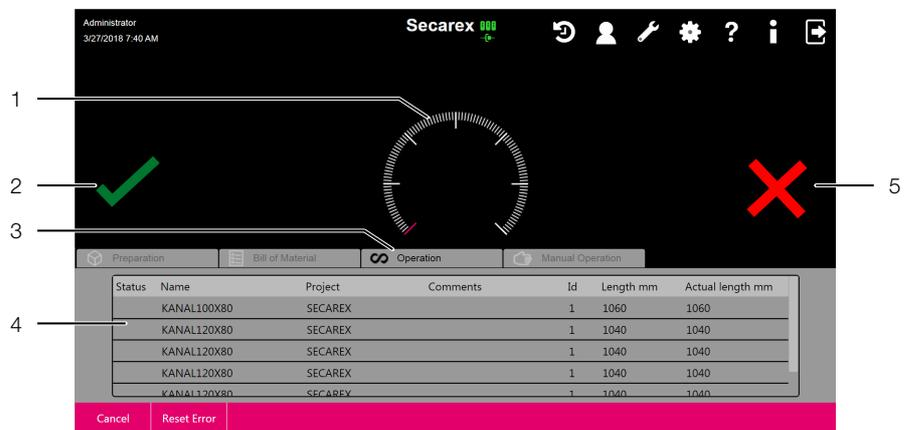

Imagen 12: Pestaña «Mecanizar»
Seleccione la pestaña «Mecanizar» (imagen 12, pos. 3) para iniciar la mecanización. En la pantalla se mostrarán los pasos a seguir por el operador.
- Pulse el botón «Pieza defectuosa» de la pantalla (imagen 12, pos. 5).